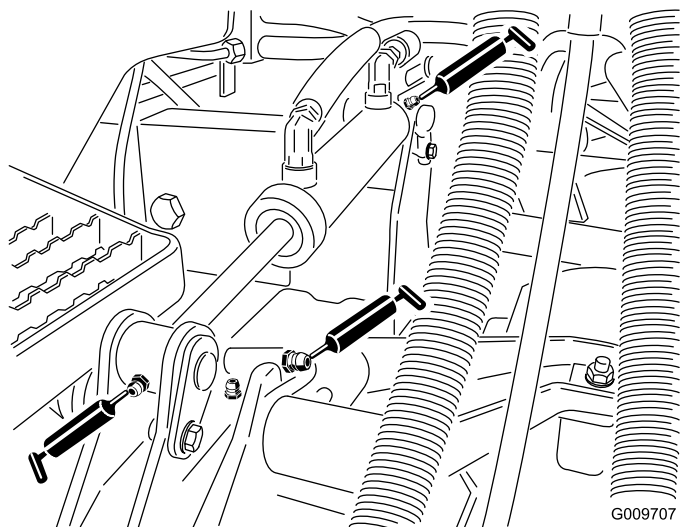

Figura 23
- Boccole (1 per piatto di taglio) del braccio di sollevamento (**Figura 23**).
- Boccole (2 per piatto di taglio) del cilindro di sollevamento (**Figura 23**).